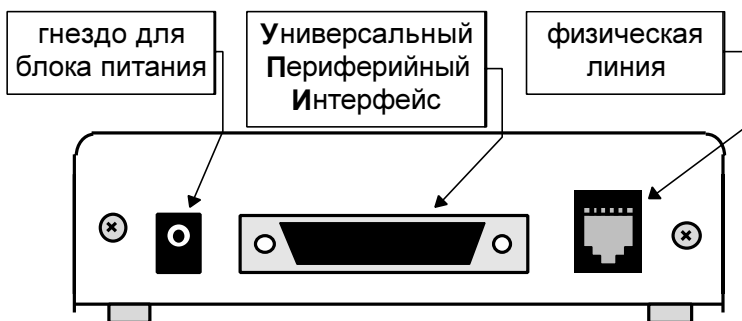

Рис. 10. Задняя стенка модема
На задней стенке модема расположены разъёмы для подключения интерфейсного кабеля, физической линии и блока питания. Расположение разъёмов представлено ниже (Рис. 10). Назначение контактов разъёмов УПИ модема и физической линии см. Приложение 1 и Приложение 3 соответственно.
3. Подключить и закрепить фиксирующими винтами разъем интерфейсного кабеля к разъему УПИ, расположенному на задней стенке модема (см. Рис. 10).